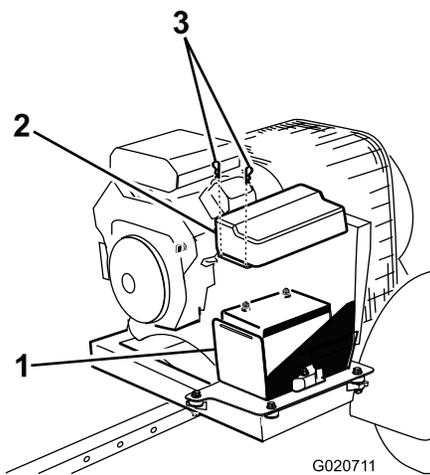

Рисунок 3
1. Снимите скобы крепления крышки аккумулятора к коробке аккумулятора (Рисунок 3).